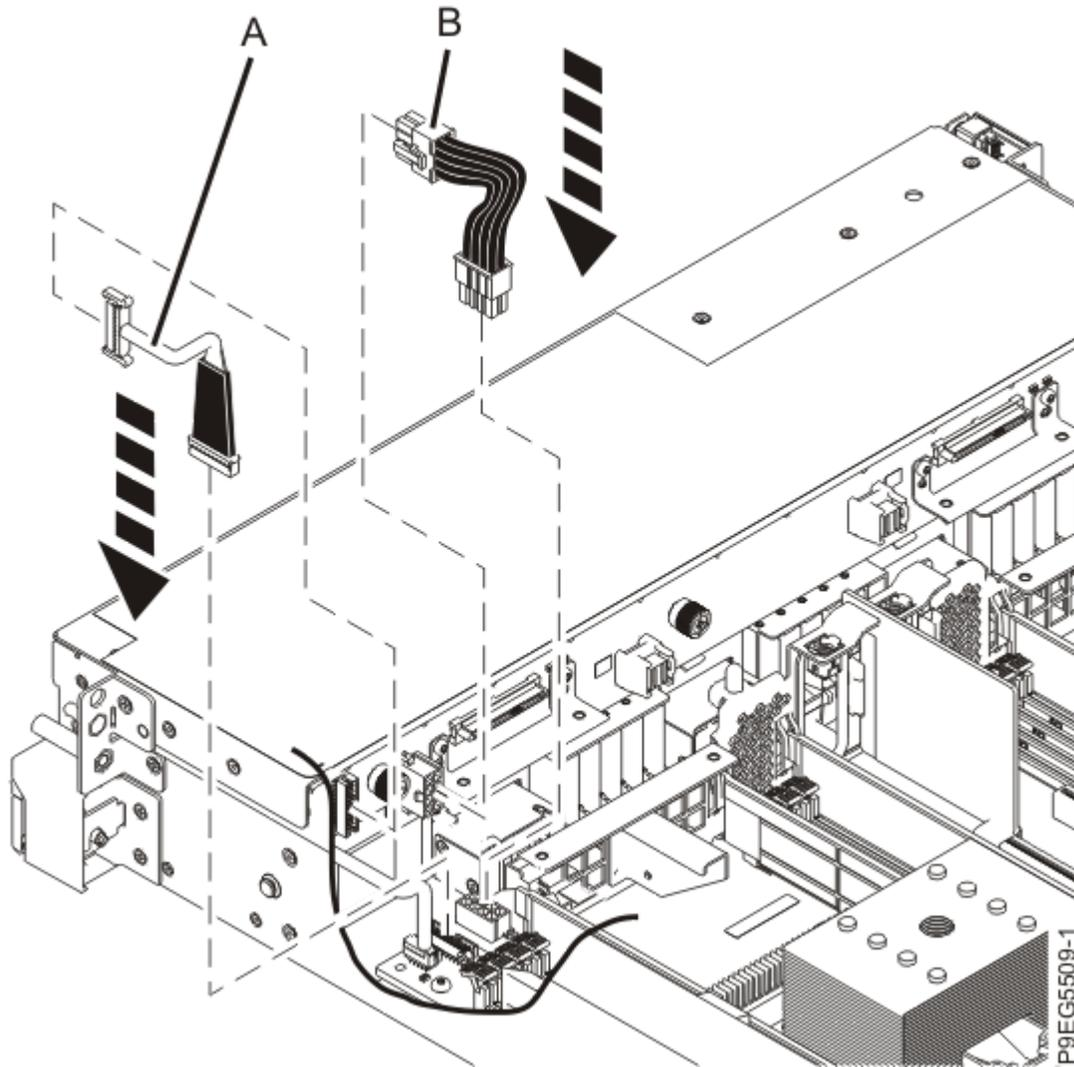

Figure 42. Reconnexion du cordon d'interface et du câble d'alimentation
2. En vous aidant des étiquettes, reconnectez le cordon d'interface **(A)** au fond de panier d'unité de disque, comme illustré dans la Figure 42, à la page 48.